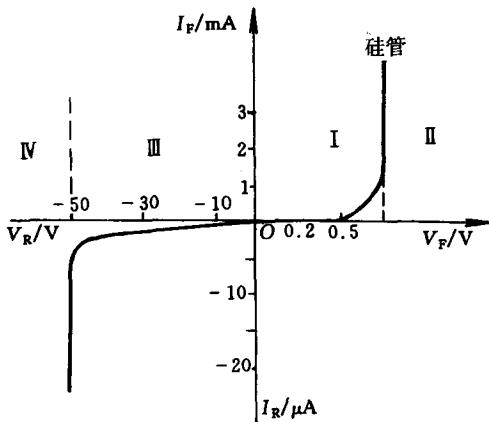

图1-6 二极管的单向导电性与伏安特性
(1) 伏安特性与单向导电性的差异 在分析与计算中,二极管的单向导电性的知识用得比较多,而利用伏安特性的方法不太。但伏安特性是全面地反映了二极管的特性的,而单向导电性只相当于整个伏安特性的一部分,即Ⅱ区域、Ⅲ区域。所以说,伏安特性与单向导电性之间的关系是整体与部分的关系,如图1-6所示。